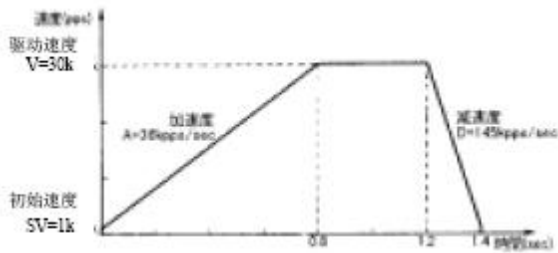
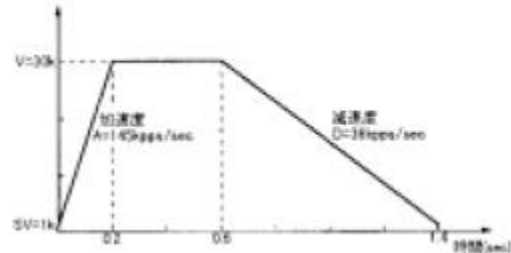

图 2.2.5 非对称直线加减速驱动(加速度<减速度)
图 2.2.6 非对称直线加减速驱动(加速度>减速度)
往垂直方向移动对象物时，对对象物有重力加速度的负担，所以在这样加速度和减速度不同的非对称直线加减速的定量驱动中，最好变更上下移动的加速度和减速度。此 IC 可以运行自动减速，事先不用设定手动减速点。图 2.2.5 是减速度比加速度大的例子，图 2.2.6 是加速度比减速度大的例子。在这样的非对称的直线加减速中数据输出脉冲数 (P) 和各速度参数可以在 IC 内部计算减速开始点。
- 加速度>减速度(图 2.2.6)时，加速度和减速度的比率有下述的条件。
- 加速度 > 减速度 (图 2.2.6) 时，加速度  $\text{Acceleration}$  和减速度  $D\text{cceleration}$  的比率越大拖延脉冲越多 ( $\text{Acceleration}/D\text{cceleration}=10$  倍时，最大 10 脉冲左右)。为了改善拖延脉冲问题，①增加初始速度，②在加速计数器偏移上设定负数值。